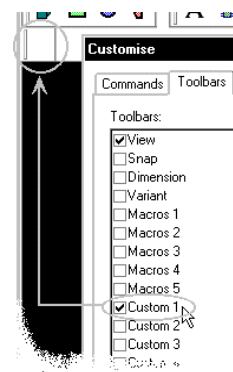

Рис. 22. Включение пользовательской панели инструментов.
2. Выберем пункт Custom 1 и нажмем кнопку Show. Рядом с пунктом Custom 1 включится "галочка", а на экране появится новая пока пустая панель инструментов, пригодную для размещения на ней необходимых кнопок (рис. 22).